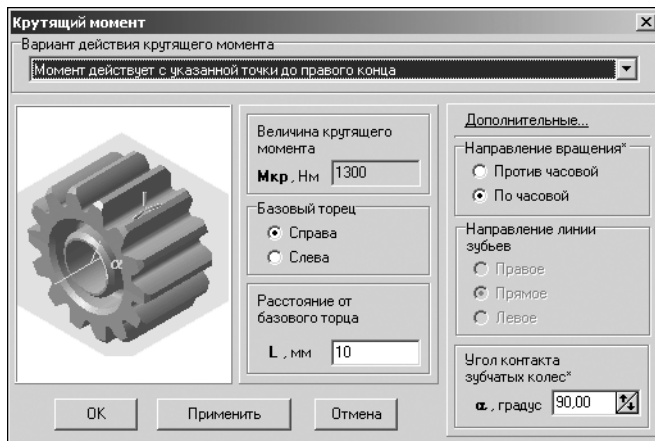

Рис. 6.6.
Если вы задаете крутящий момент для элемента зубчатых передач, то окно ввода параметров будет выглядеть так, как показано на рис. 6.6.
2. В развернутом меню выберите команду **Крутящий момент**. Откроется окно, предназначенное для ввода параметров момента (рис. 6.6).